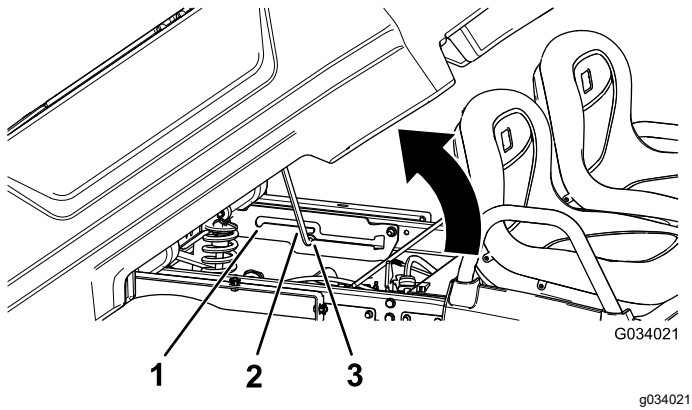

Figura 20
2. Tire de la varilla de sujeción hasta la ranura de retención de la posición de volcado para fijar la plataforma antes de volcar la carga (Figura 20).
2. Tire de la varilla de sujeción hasta que entre en la ranura de retención de la posición de servicio, para afianzar la plataforma mientras se realizan tareas de mantenimiento (Figura 20).
2. Extraiga la varilla de sujeción de la muesca de la ranura (Figura 20).